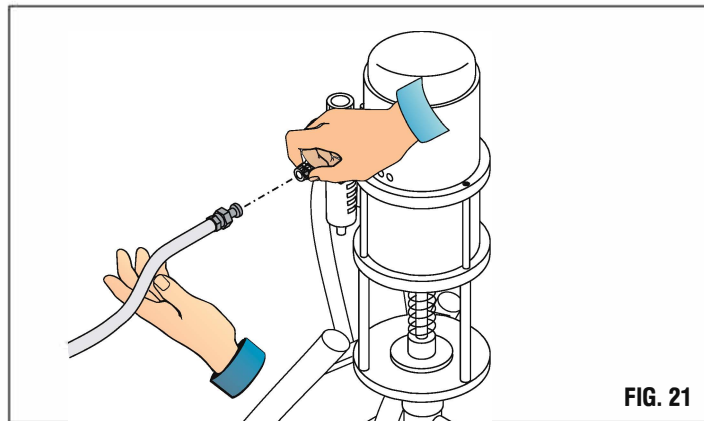

FIG. 21
-Collegamento alla rete (Fig.21)